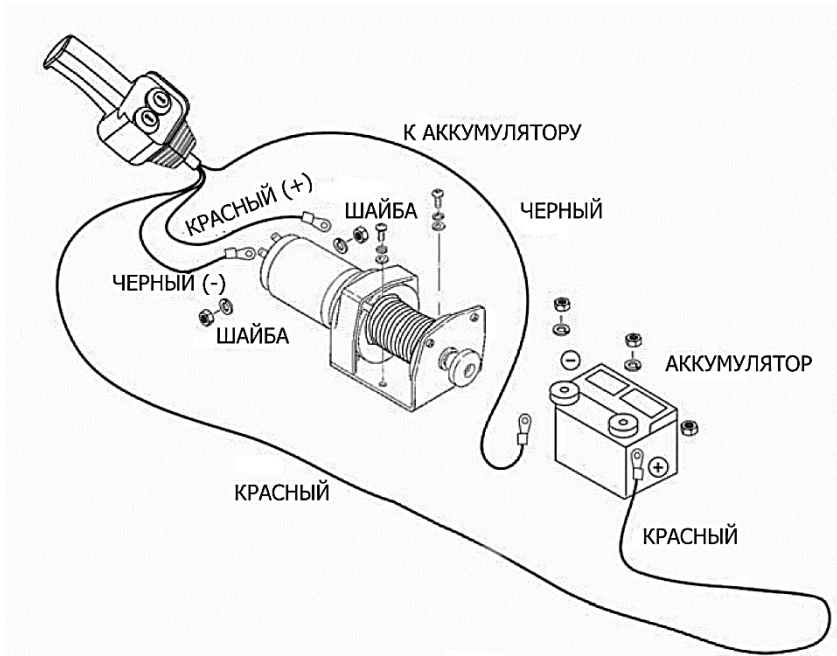

Рисунок 3.
Подсоедините прерыватель цепи к положительной клемме аккумулятора и повторно подсоедините клемму к аккумулятору. Подсоедините оставшийся черный провод дистанционного управления к отрицательной клемме аккумулятора. (рисунок 3).
**НЕ ПРИВОДИТЕ В ДЕЙСТВИЕ РЫЧАГ СЦЕПЛЕНИЯ.** Ослабьте натяжение сцепления, немного опустив трос. Отпустите сцепление, вытяните трос и прикрепите к якорю или грузу. Проверьте, чтобы на барабане было минимум 5 витков троса. Заново приведите в действие барабан, переместив рычаг сцепления в положение «Вкл» (Engaged). (рисунок 3). Для проверки направления вращения барабана запустите лебедку на короткий промежуток времени. В случае, если барабан вращается в неправильном направлении, проверьте проводку.